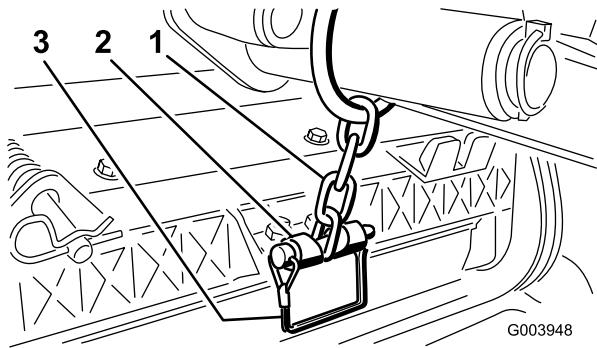

図12
12. スナッパピンで、昇降アームのチェーンをチェーンブラケットに固定する図12。